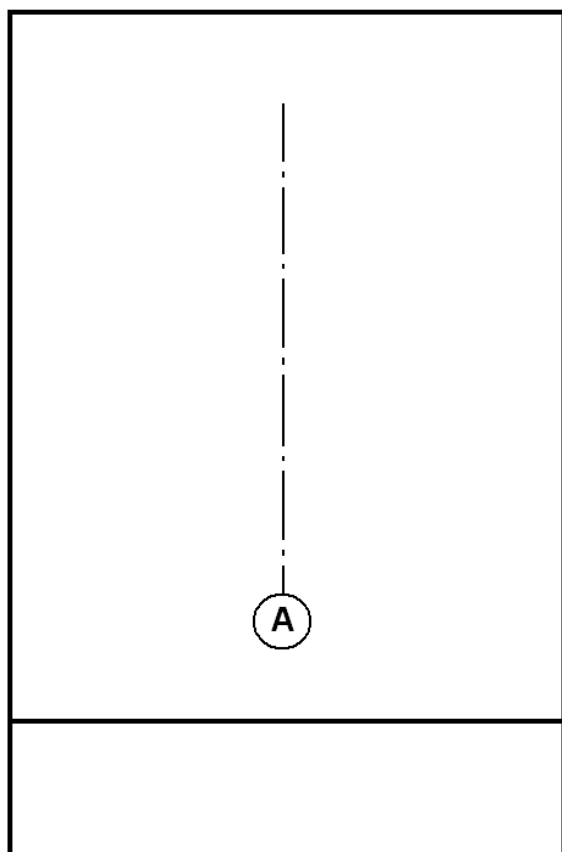

Рисунок 1 – Вычерчивание разбивочной оси
1. Посередине листа проводится разбивочная ось – ось А (рисунок 1).